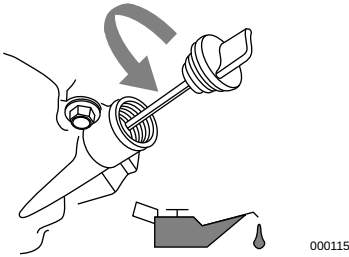

Figura 2-12. Retire la varilla de medición
3. Consulte la Figura 2-12. Retire la tapa de llenado de aceite y limpie con una toallita la varilla de medición.